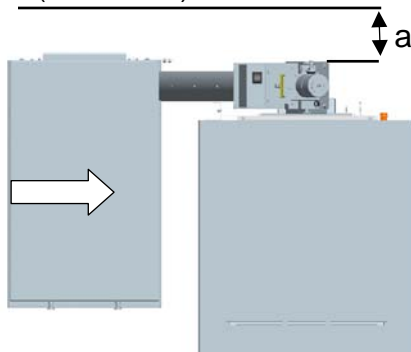

Abb. 16: Ausrichten Pellet Tower
- Den Pellet Tower an den ivo.tec[®] oder ivo.safe[®] schieben. Mind. 40 cm Abstand (Abb. 16 a) zur Aufstellwand lassen!